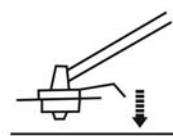

Рис. 19
- > Режущая головка оснащена кнопкой [33] для выпускания режущей лески [34] во время использования. Чтобы выпустить режущую леску, постучите кнопкой по твердой поверхности (рис. 19).